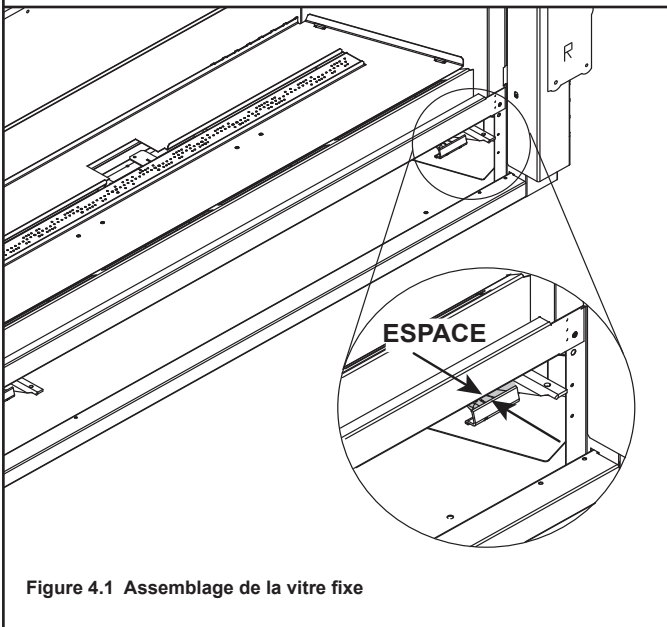

Figure 4.1 Assemblage de la vitre fixe
2. L'assemblage de la vitre comporte deux verrous supérieurs à ressort et deux verrous inférieurs à ressort. Voir la figure 4.1. Localisez les deux verrous à ressort situés en haut à gauche et à droite du foyer.
**Remarque :** Vérifiez s'il y a un espace entre le verrou de la vitre et l'avant de l'appareil, là où le bas de l'assemblage de la vitre est en position. Cet espace est conçu pour une disposition positive lors du remplacement de l'assemblage de la vitre. Voir la figure 4.1.
Les verrous inférieurs de la vitre ont été conçus pour laisser un petit espace entre la pince de la vitre et la face de l'appareil. Voir la figure 4.1.